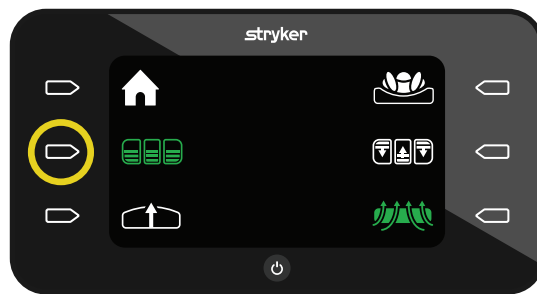

Figure 28 – Mode statique désactivé
2. Pour démarrer le mode statique, appuyer sur le bouton d'**action** en regard de l'icône **mode statique** (Figure 28).